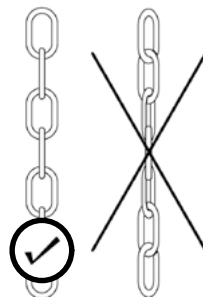

Рисунок 8
- Аварийная ручная цепь ни в коем случае не должна быть перекручена (рис. 8), так как в противном случае могут возникнуть неисправности в работе узла аварийного ручного управления.